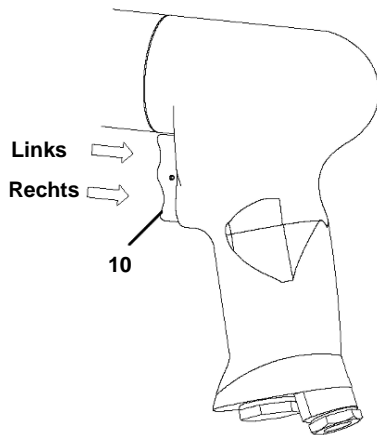

Abb. 5 Ein/Ausschalten Pistolenschrauber
Die Steuerung der Drehrichtung erfolgt durch die wechselseitige Betätigung des Drückers (10). (siehe Abb. 5)